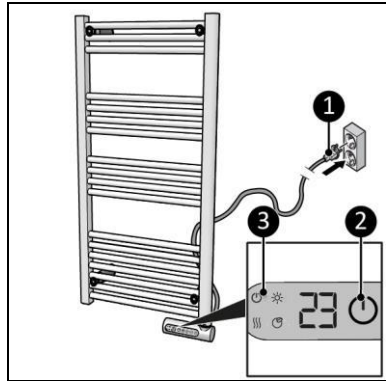

Abbildung 10
2. Stecken Sie den Netzstecker (Abbildung 10, Pos. 1) in eine leicht zugängliche Steckdose. Verwenden Sie eine Steckdose mit einer Mindestleistung von 800 Watt.
3. Die EIN/AUS-Anzeige leuchtet auf (Abbildung 10, Pos. 3).
1. Drücken Sie den EIN/AUS-Schalter, um das Gerät einzuschalten (Abbildung 10, Pos. 2). Auf der Anzeige wird die eingestellte Temperatur angezeigt.